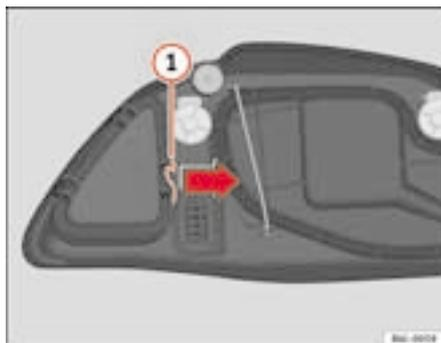

Fig. 149 Luci di posizione
- Far scorrere il tirante ① ⇒ fig. 149 nel senso della freccia e sfilare la chiusura.